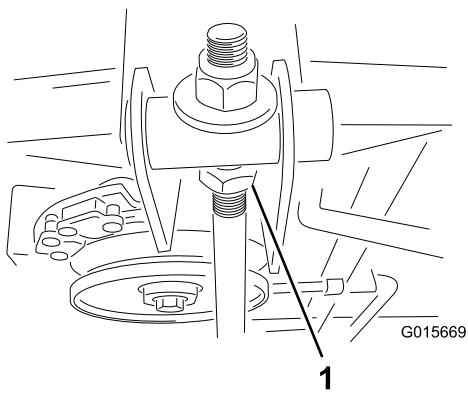

Figure 38
- Desserrez l'écrou de blocage (Figure 38).